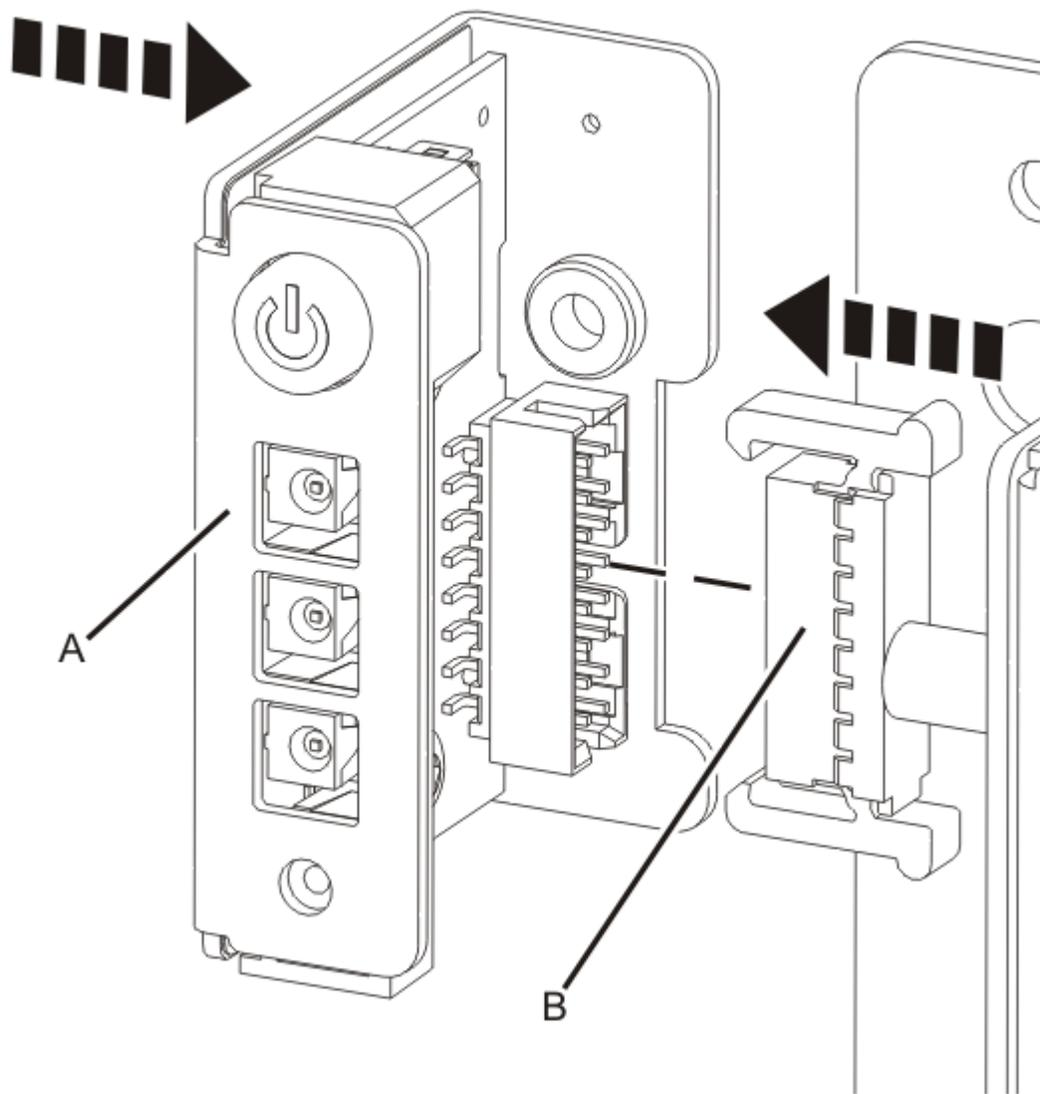

Figura 11. Ligar o painel de controlo e o cabo
2. Ligue o painel de controlo **(A)** ao cabo do painel de controlo **(B)** conforme apresentado em Figura 11 na página 13.